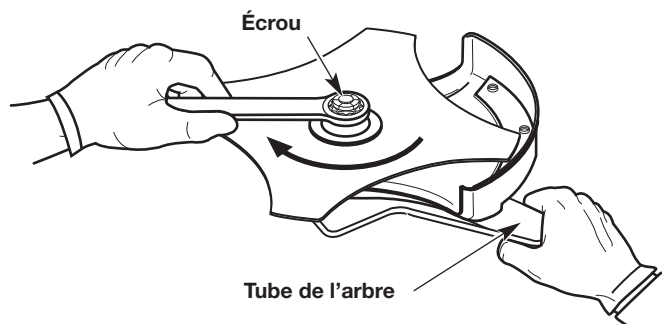

Fig. 15
3. Maintenez la tige de verrouillage en place en la saisissant par l'autre extrémité contre le logement de l'arbre (Fig. 15).
4. Tout en maintenant la tige de verrouillage en place, dévissez l'écrou en le tournant avec une clé (Fig. 15).